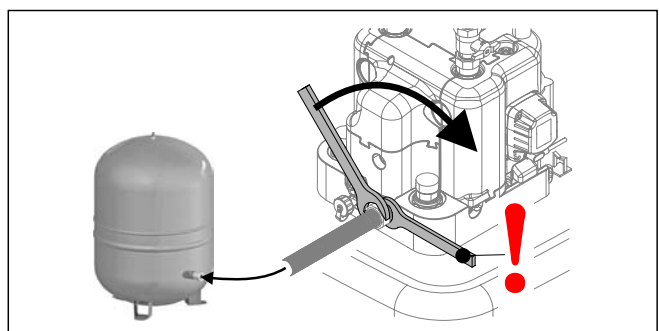

Bild 3-33 Montage des Membranausdehnungsgefäßes
- 7 Membranausdehnungsgefäß anschließen (siehe Bild 3-33)